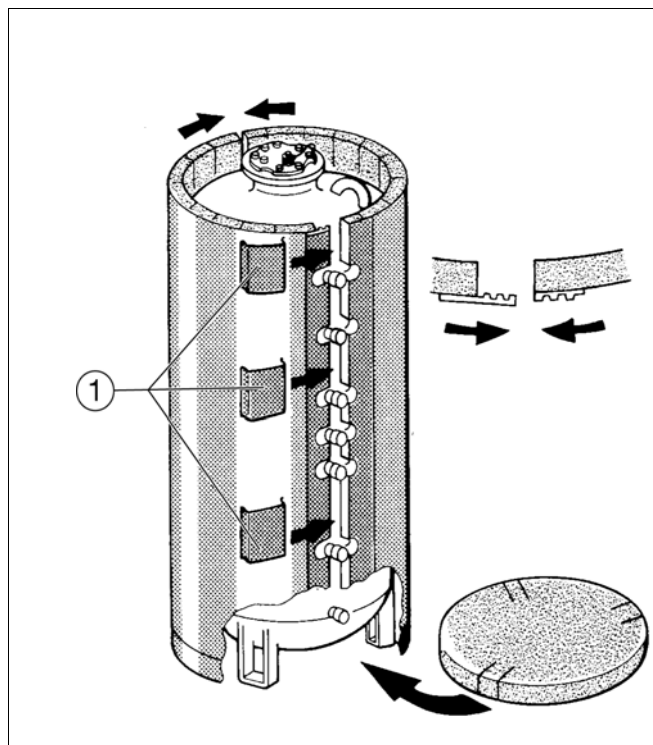

Abb. 7
- Geschlitzte Wärmeschutzscheibe mit den Einschnitten im Bereich der Speicherfüße auf den Boden legen (Abb. 7).
Die Verschlußleiste an den Anschlußleitungen zuerst verschließen und mit Montagehilfen (U-Schiene) sichern (Abb. 7).
- Gelochte Wärmeschutzmatte so um den Speicherkörper legen, daß das Lochbild mit den Anschlüssen deckungsgleich ist (Abb. 7).